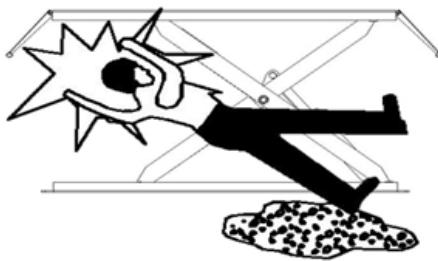

Figure 14
- Si le sol autour du pont élévateur est sali par du lubrifiant. La zone autour du pont doit toujours rester propre. Éliminez immédiatement l'huile renversée (figure 14).